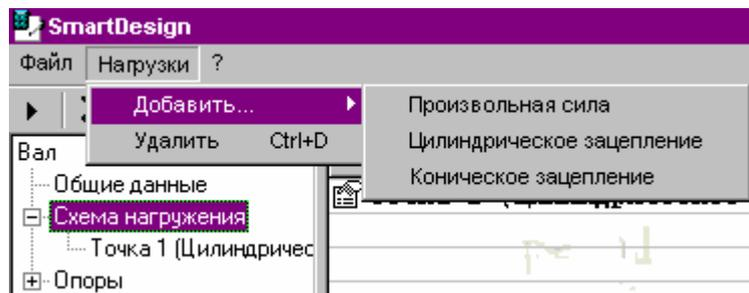

рис. 8
2.1.3.2. Список «Нагрузки» (рис. 8) содержит команды для управления Схемой нагружения. Схема нагружения – раздел базы данных программы, содержащий информацию о точках нагружения. Точка нагружения – набор параметров определяющих направление, величину и координату точки приложения внешней силы.
- 2.1.3.2.1. Команда «Добавить» предназначена для добавления точки нагружения в схему нагружения. Выделение этой команды манипулятором «мышь» вызывает подменю, в котором отображается список из трёх элементов, определяющих тип нагрузки (рис. 8): «Произвольная сила», «Цилиндрическое зацепление», «Коническое зацепление». (Для вызова подменю при помощи клавиатуры необходимо выделить команду «Добавить» клавишами <↓> или <↑>, после чего нажать клавишу <→>.) После выбора типа нагрузки новая точка добавляется в схему нагружения.